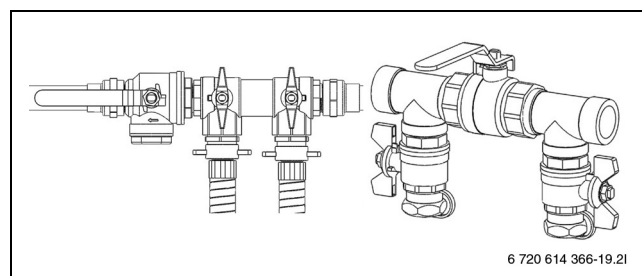

Bild 21 Befülleinrichtungen in Befüllposition
- Ventile der Befülleinrichtung auf die Befüllposition stellen (→ Bild 21).